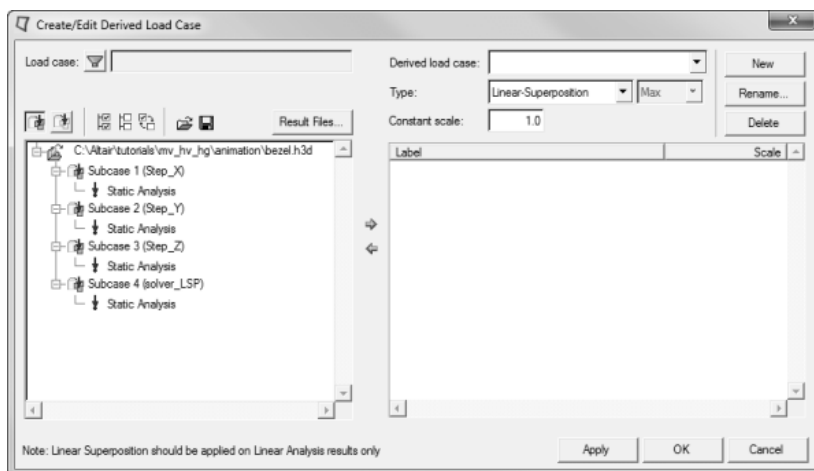

图 13-48 读入结果
(1) 读入结果文件 bezel.h3d。
(2) 从菜单栏中选择 Results>Create>Derived Load Steps，并设置 Type 为 Linear-Superposition，所有现有的载荷步和相应的模拟都在列表中了，如图 13-48 所示。